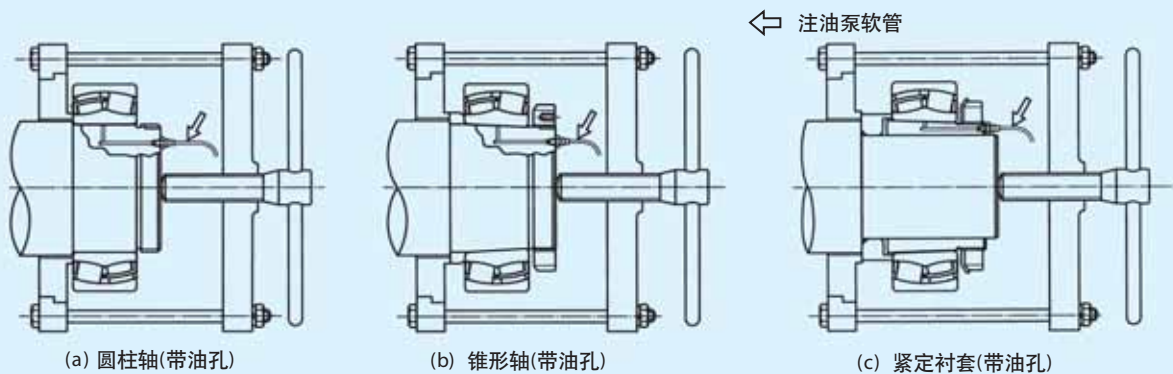

图 7.8 注油拆卸方法
1. 松开锁紧螺母的止动，在圆柱轴情况下(图7.8(a))卸下锁紧螺母。
在锥形轴情况下(图 7.8(b))，将锁紧螺母退至其安装螺纹长度约 $1/2$ 的位置。
在紧定衬套情况下(图7.8(c))是和专用拉拔器并用进行拆卸。